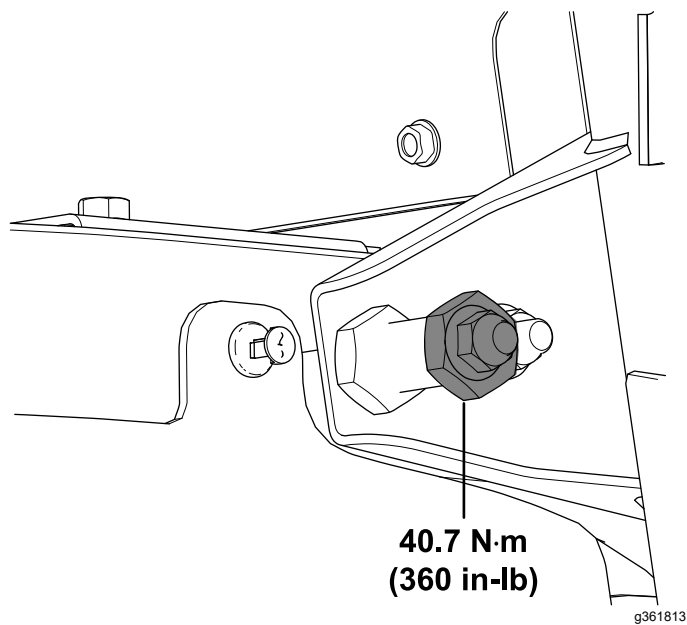

Figura 27
22. Serrate il dado di bloccaggio ($\frac{3}{8}$ ") a 40,7 N·m come illustrato nella Figura 27.